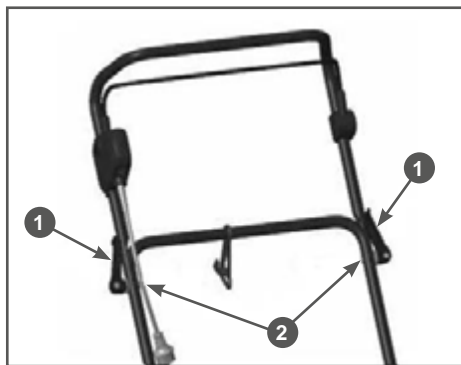

Рис. 5 Соединение верхней и нижней части рабочей рукоятки
- Соединить верхнюю и нижнюю части рабочей рукоятки. Совместите отверстия в верхней и нижней частях рабочей рукоятки и соедините их фиксаторами 1 и гайками 2, как показано на Рис. 5.